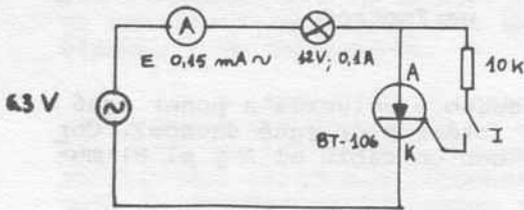

Fig.68
- Realizar el montaje adjunto (fig.68)